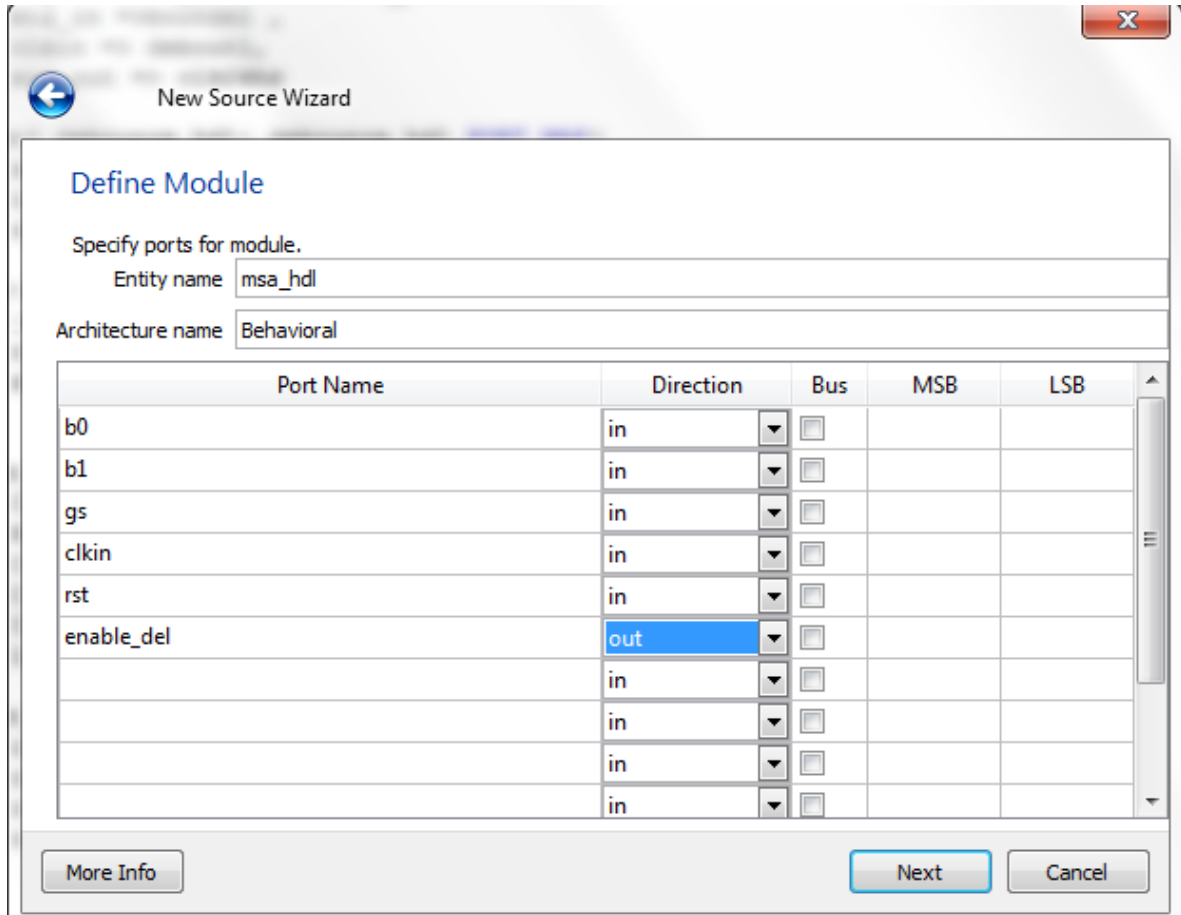

Figure 43. La boîte de dialogue Define Module pour entrer les ports d'entrées/sorties du module msa\_hdl.
10. Créez cinq ports d'entrées **b0**, **b1**, **gs**, **clkin** et **rst**, et un port de sortie **enable\_del** comme illustré à la Figure 43.